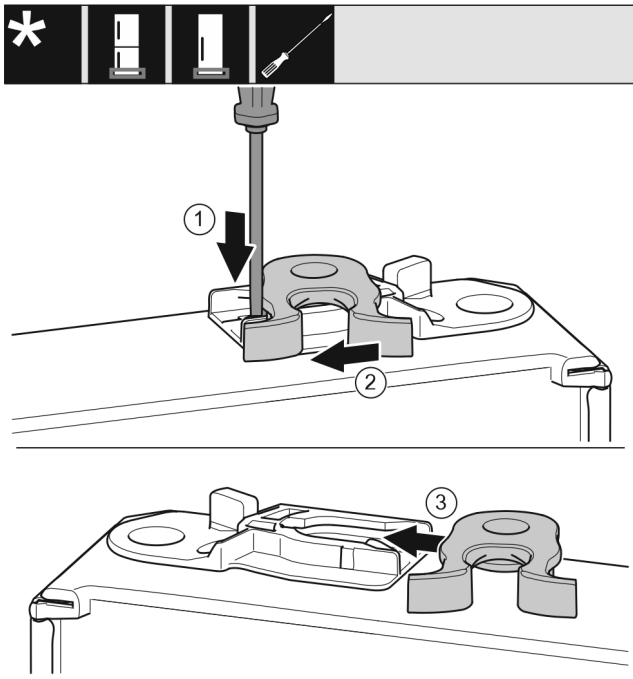

Fig. 23 *
- ▶ Nyomja le a fedőlemezt Fig. 23 (1) lapos csavarhúzóval.*
- ▶ Húzza ki a záróhorgot Fig. 23 (2) a vezetősínből.*
- ▶ Tolja be a záróhorgot Fig. 23 (3) a másik oldalon lévő vezetősínbe.*